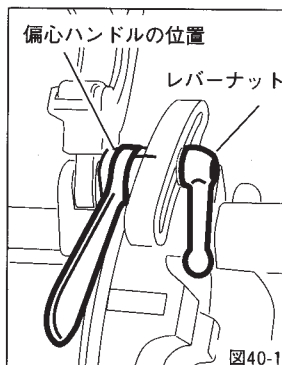
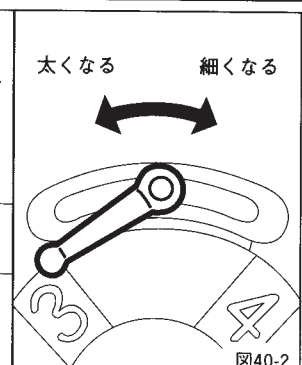

図40-1
図40-2
① ねじ切り寸法を合わせる時には、偏心ハンドルをかならず手前に倒してから、ダイヘッドのねじ切りサイズ寸法と偏心台の目盛りを合わせてください。(図40-1)
② レバーナットは手でしっかり締めるだけで充分です。ハンマー等で叩き締める必要はありません。
③ 太いめ、細いめのねじを切るには、偏心台の目盛りをサイズ目盛りの線より手前にずらして合わせると太く切れ、反対に向側にずらして合わせると細く切れます。(図40-2)